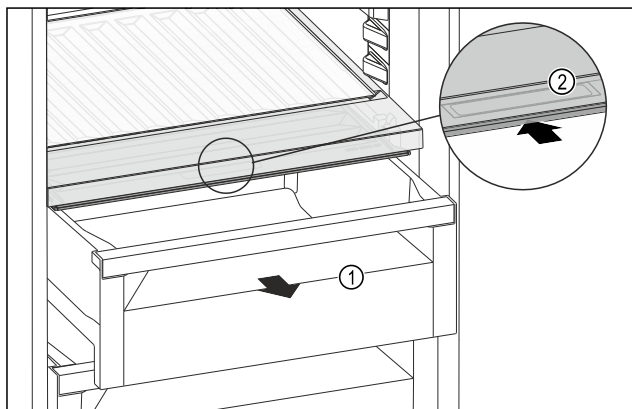

Fig. 171
- ▶ Витягніть висувний ящик Fig. 171 (1).
- ▶ Візьміться за потайну ручку Fig. 171 (2) на кришці відділення й одночасно посуньте кришку відділення назад.